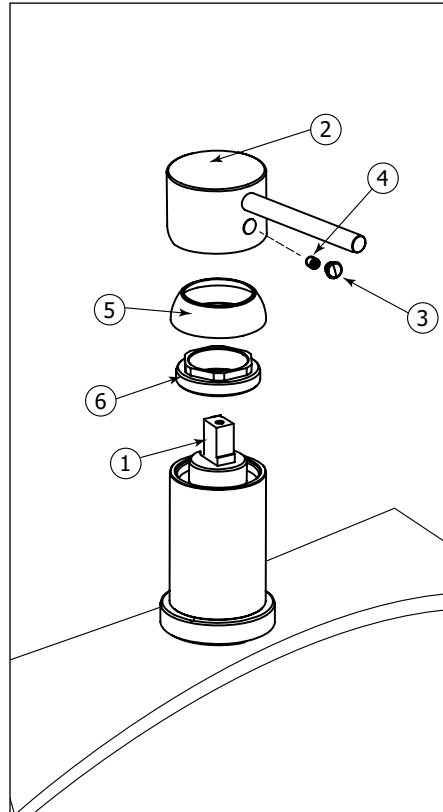

Fig.8
Start by shutting off the water supply lines and then turn on the water to drain the faucet. To replace the cartridge (1), pull out the handle (2) by removing the cap (3) and the set screw (4) first. Afterwards, remove the dome cap (5) and the retainer ring (6). Replace with new cartridge and reassemble by reversing steps. Fig.8.
Commencez par couper l'alimentation d'eau et ouvrir l'eau par la poignée du robinet pour le vider. Pour remplacer la cartouche (1), enlever la poignée (2) en retirant le capuchon de finition (3) et la vis de retenue (4). Démontez ensuite le capuchon en dôme (5) et l'anneau de retenue (6). Remplacez la cartouche par la nouvelle, puis inversez les étapes pour le réassemblage. Fig.8.